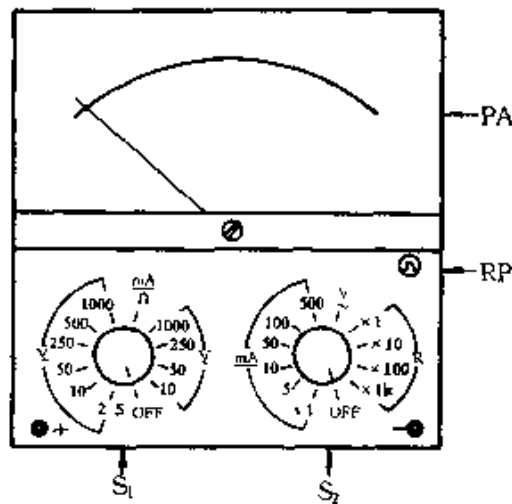

图 4-9
① 如图 4-9 所示,根据表头尺寸选用或自制一适当大小的塑料盒作为万用表表壳,将表头 PA、电阻挡调零电位器 RP、量程转换开关 S_1 和 S_2 以及两个表笔插孔座固定在盒面上。